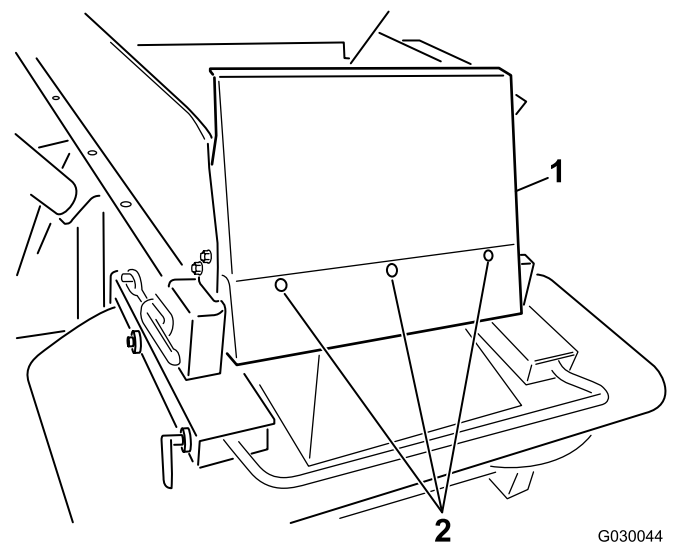

Figure 7
6. Montez le déflecteur de la trémie au moyen des boulons à tête ronde ( $\frac{1}{4}$ " x  $\frac{5}{8}$ ") et des contre-écrous en nylon fournis (Figure 7).